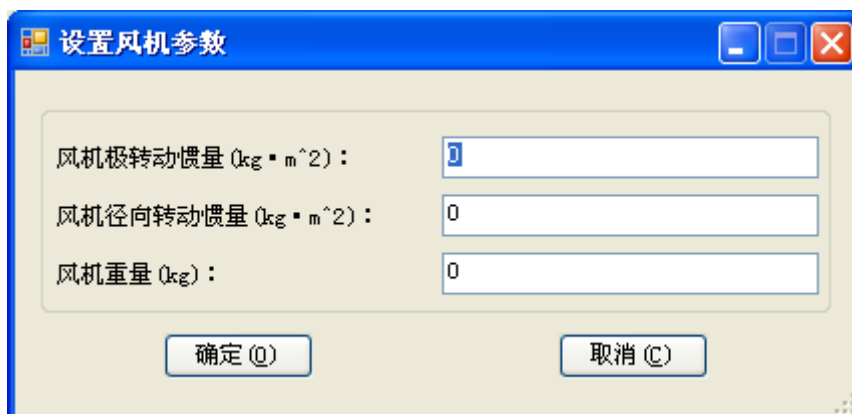

图 4.8 风机参数设置
- (4) 选择设为风机所处单元功能，系统弹出对话框，如图 4.8 所示。输入风机极转动惯量、风机径向转动惯量、风机重量等参数后即完成风机设置。